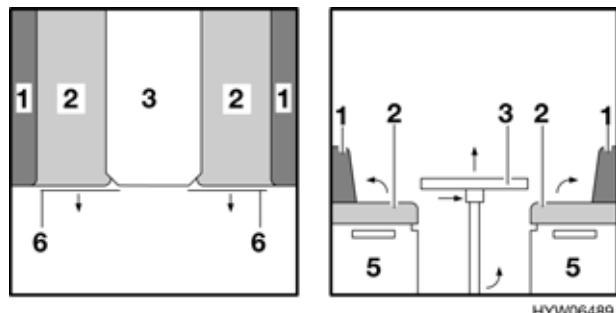

Fig. 70 Prima della trasformazione
- Sollevare leggermente il piano del tavolo in avanti (Fig. 70,3).
- Sistemare i due cuscini del divano (Fig. 70,2).
- Togliere il cuscino destro dello schienale (Fig. 70,1).
- ▷ A seconda del modello si deve usare al posto del cuscino dello schienale (Fig. 70,1) un cuscino aggiuntivo in dotazione.